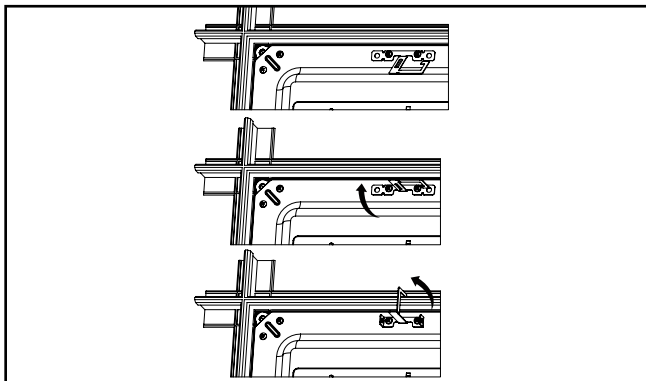

Figure 4.
1. Les brides de grille sont fournies afin de mieux le retenir au système de plafond. Orientez 4 languettes à l'arrière du luminaire par-dessus la grille en T en les pliant vers le haut à 90 degrés et perpendiculaires à l'arrière du luminaire. Ensuite, pliez les languettes à 90 degrés vers le cadre de la grille en T (Fig. 4).